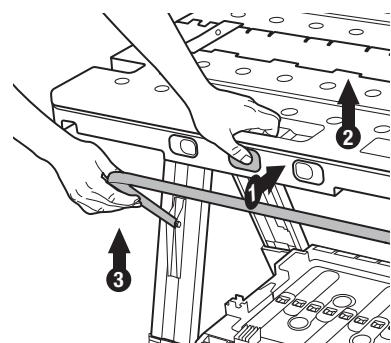

Figure 4
5. Relever chaque côté du dessus de la table à l'aide d'une main, appuyer sur le bouton vers l'intérieur et à l'aide de l'autre main relever les barres de support et les enclencher sous le dessus de la table. Puis relâcher le bouton de façon à fixer la barre de support et à ce que le dessus de la table soit stable. (figure 4)